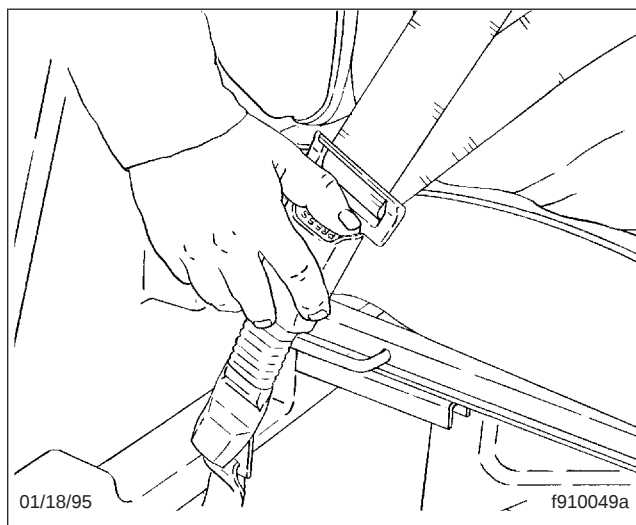

Figura 5.9, Cómo desabrochar el cinturón de seguridad de tres puntos
4. Para desabrochar el cinturón de seguridad de tres puntos, presione el botón en la hebilla según se muestra en la **Figura 5.9**. Si se usó el cierre Komfort Latch libérela dando al cinturón del hombro un tirón rápido. Si usted se inclina hacia adelante contra el cinturón del hombro, el